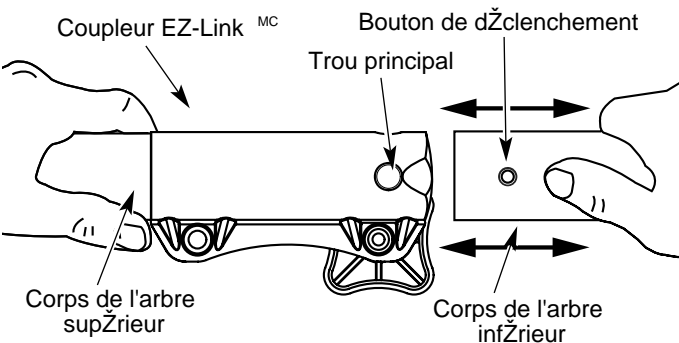

Fig. 7
2. Tenez fermement l'accessoire et enfoncez-le tout droit dans le coupleur EZ-Link MC (Fig. 7).